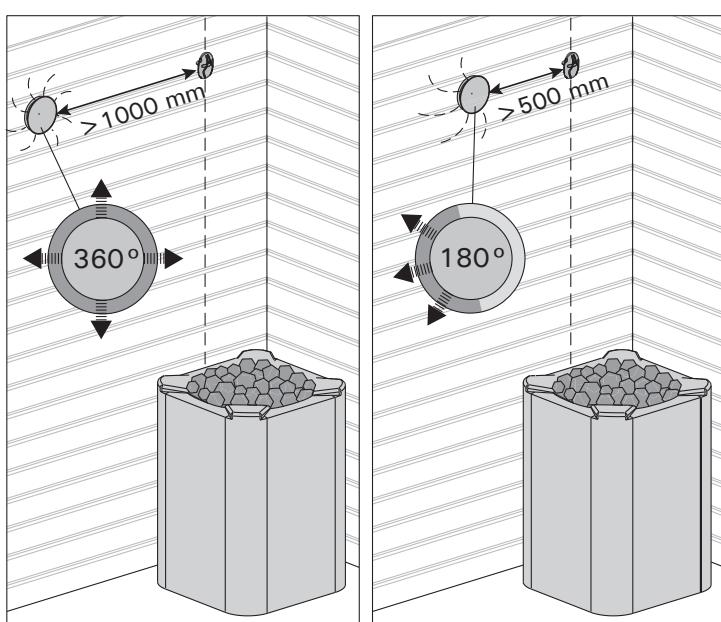

Рисунок 10. Минимальное расстояние между датчиком и вентилятором
**Внимание!** Не устанавливайте датчик на расстоянии менее 1000 мм от ненаправленного вентилятора или на расстоянии менее 500 мм от вентилятора, действующего в направлении от датчика. См. рис. 10. Поток воздуха вблизи датчика охлаждает датчик и приводит к неточности показаний устройства управления. В результате возможен перегрев каменки.